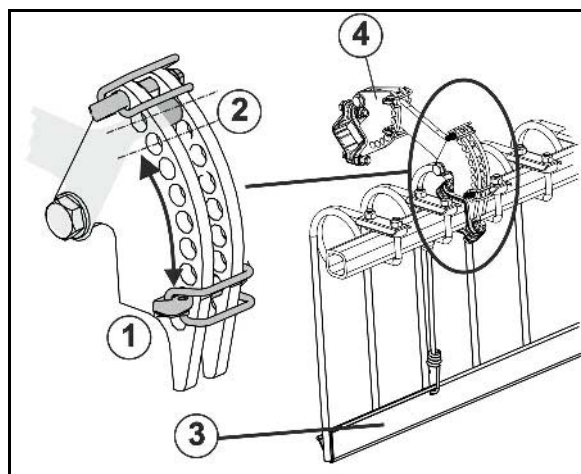

Fig. 35
- Montér trafiksikkerhedsskinen (Fig. 35/3).
- Fastgør tænderne i position 2 med låsebolt (Fig. 35/1).